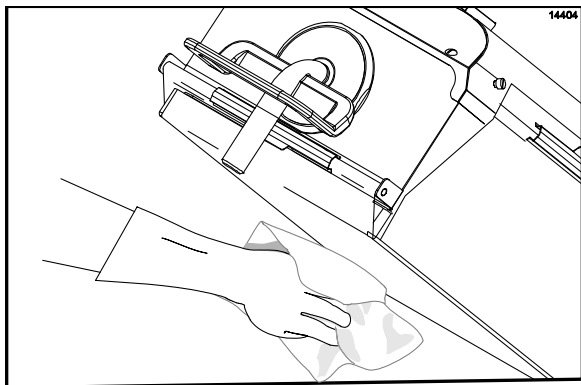

Рисунок 25
7. С помощью чистой тряпки, пропитанной в дезинфекционном растворе, вытрите наружную поверхность антиадгезионных листов. (См. рис. 25)